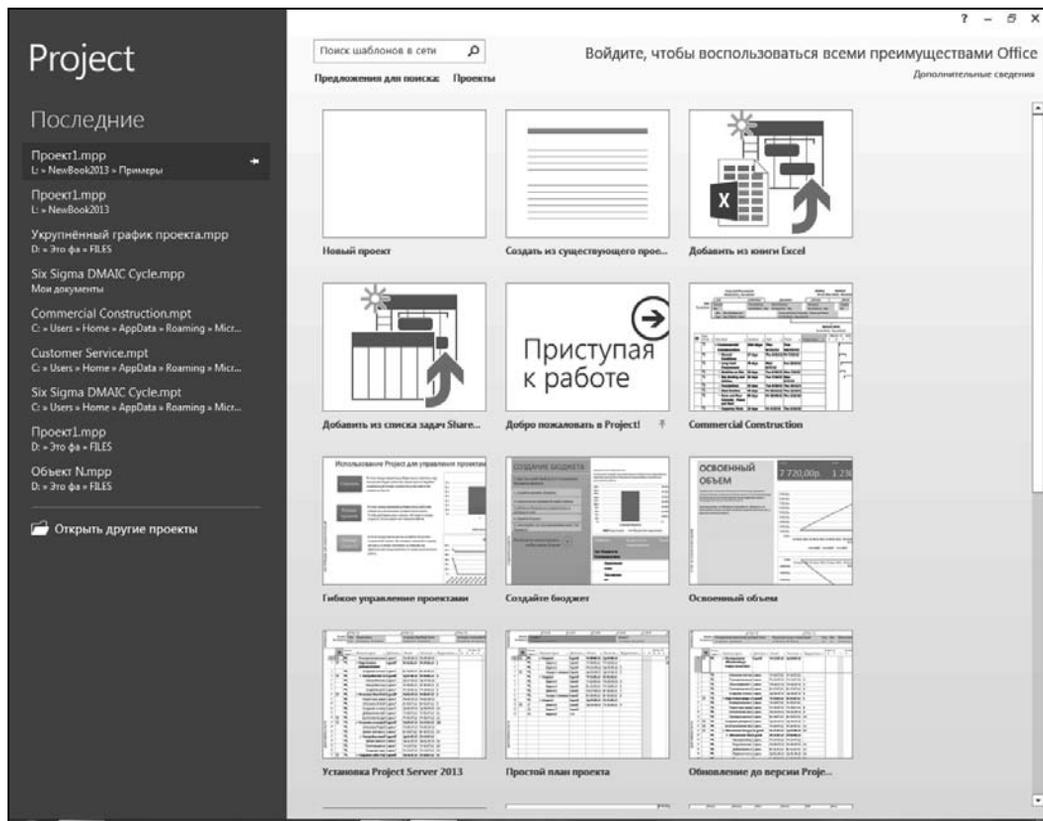
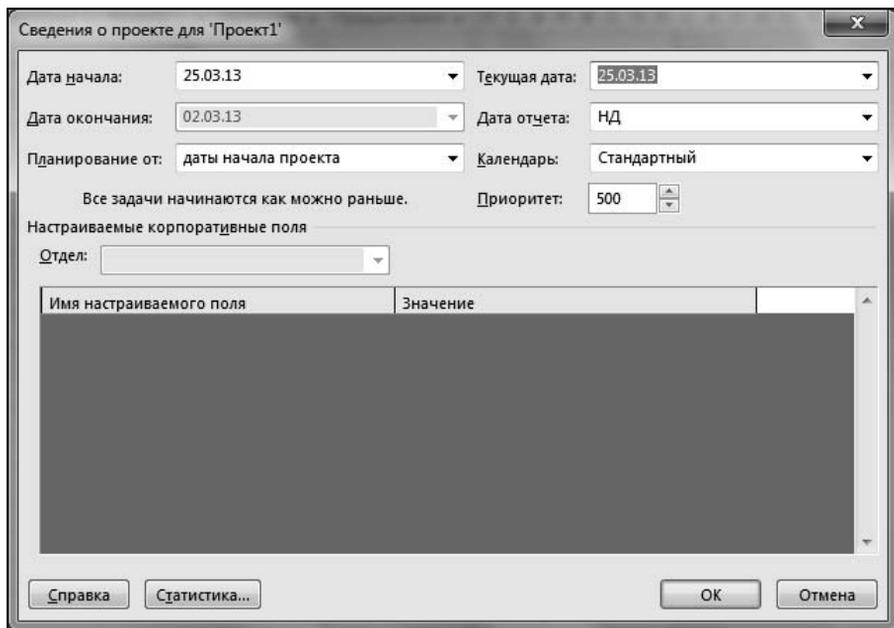

Рис. 5.1. Экранная форма открытия MS Project 2013
Рис. 5.2. Ввод плановой даты начала проекта
Возможности Project позволяют многие действия выполнять разными способами. Так, и создание нового файла графика реализации проекта можно выполнять по-разному. Открыв программу, слушатель увидит экранную форму, которую иногда называют *бэкстедж* (от *backstage*). Эта экранная форма показана на рис. 5.1.
1. Запустить Project и в показанной на рис. 5.1 экранной форме щелкнуть по кнопке **Новый проект**. После этого новый проект будет создан с именем **Проект1.mpp**, и будет открыто представление **Диаграмма Ганта**. Выбрать в ленте меню вкладку **Проект** и на этой вкладке в области **Свойства** щелкнуть левой кнопкой мыши по кнопке **Сведения о проекте**. Откроется окно, показанное на рис. 5.2. В поле **Дата начала** этого окна ввести дату начала проекта — 25 марта 2013 года. Установить в поле **Текущая дата** также дату 25 марта 2013 года. Как видно из рис. 5.2, для проекта определен стандартный календарь (пятидневная рабочая неделя при восьмичасовом рабочем дне). Все остальные данные пока не определены. Нажать кнопку **ОК** для закрытия окна.
2. Если файл Ремонт0.mpr не открыт и экран эквивалентен показанной на рис. 5.1 экранной форме, выбрать в левой части экранной формы проект **Ремонт0.mpr** и открыть его.